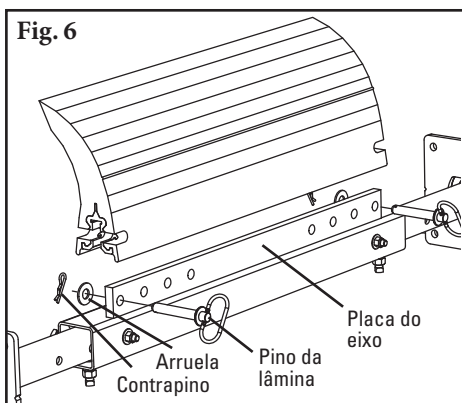

Fig. 6
6. **Instale a lâmina.** Coloque a lâmina sobre a placa do eixo central. Ajuste os eixos extensíveis até que os furos se alinhem com os furos no eixo central e trave a lâmina no lugar com os dois pinos e contrapinos da lâmina (Fig. 6). (NOTA: Certifique-se de que no mínimo 6" (150mm) do eixo extensível se estendam para fora da base de montagem em cada lado para a instalação do tensionador. Ajuste os eixos extensíveis no eixo central se mais ou menos comprimento for necessário.